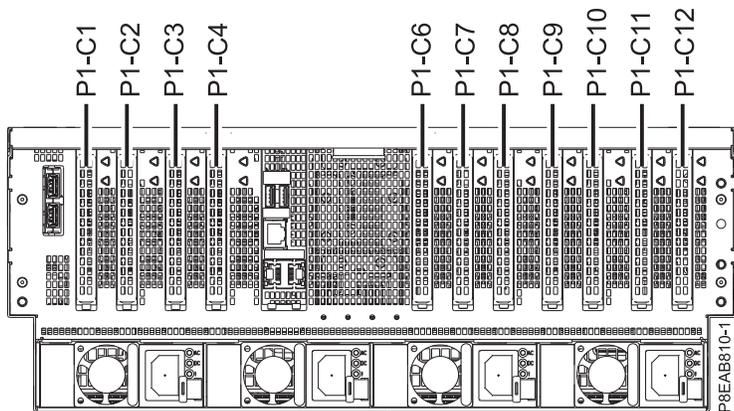

Figura 24. Ubicaciones de las ranuras del adaptador PCIe en el sistema 8408-44E o 8408-E8E
6. Familiarícese con las ubicaciones de las ranuras del adaptador PCIe. Los Adaptadores PCIe se instalan en la parte posterior del sistema. En la Figura 24 se muestran las ubicaciones de los Adaptadores PCIe en un sistema 8408-44E o 8408-E8E.